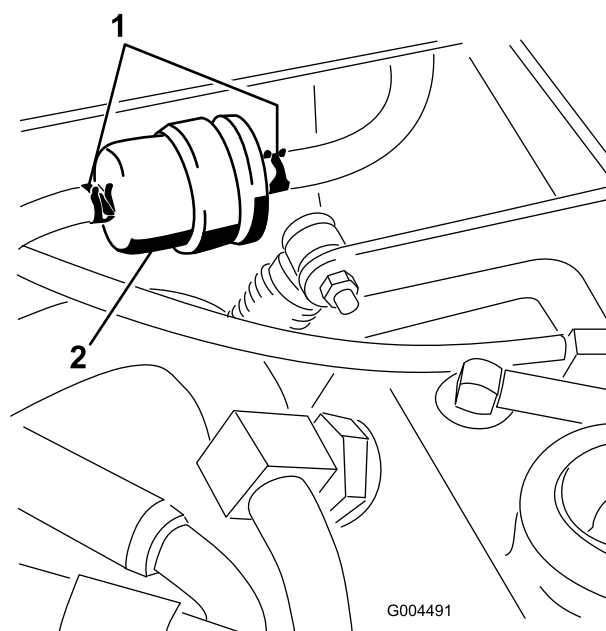

図 46
燃料タンクと燃料ポンプの間に燃料プレ フィルタ（図 46）があります。このフィルタは 400 運転時間または 1年間のうち早く到達した時期に交換します。
1. フィルタを外した時に燃料がもれないように、フィルタ前後のホースにクランプを掛ける（図 46）。